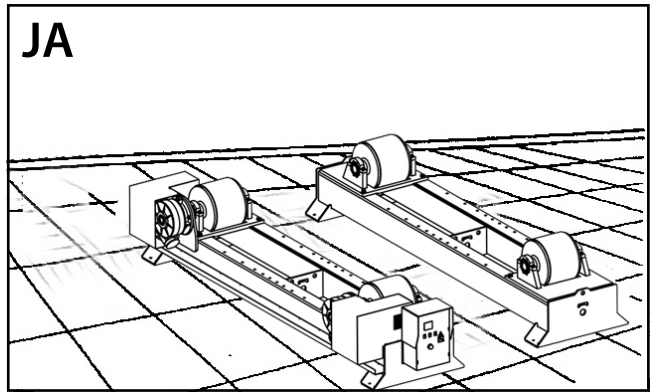

Abb. 1
1) **Der Arbeitsplatz ist sauber und ordentlich zu halten.** Unordnung am Arbeitsplatz bringt Gefahren mit sich. Der Fußboden muß trocken und frei von Öl- oder Fettrückständen sein (Abb. 1)